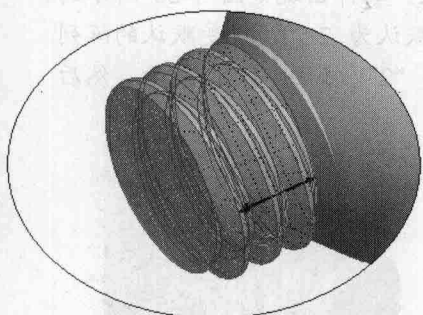

图1-24
- 在键盘上按住 **Ctrl** 键并选取本节第 9 步操作和上一步操作合并的面组中移动的面组，在菜单栏中选择【编辑】/【合并】命令，弹出【合并】操作面板，调整合并的方向，如图 1-24 所示，然后单击 ☒ 按钮合并面组。